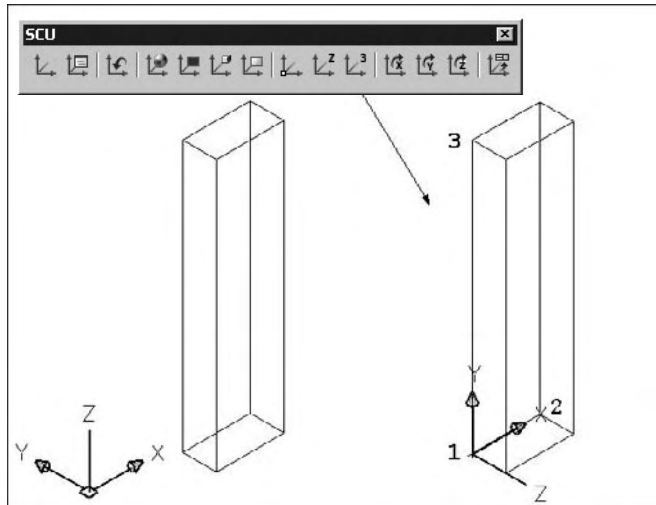

Fig.6.24
- 2 Placez le repère SCU (UCS) dans la face arrière de la boîte 3D par l'option 3 points de la barre d'outils SCU (UCS). Pointer les point 1, 2 et 3 (fig.6.24).